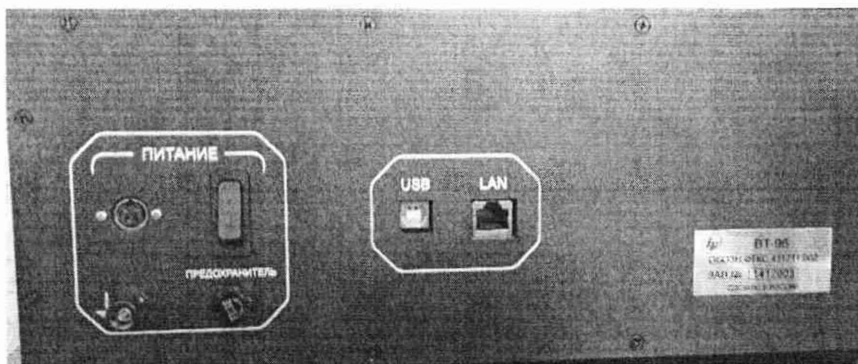

Рисунок 3 - Задняя сторона ВТ-96
1.4.7 На задней стороне ВТ-96 (см. рисунок 3) располагается тумблер включения/отключения питания, соединитель для подключения кабеля питания ПИТАНИЕ, предохранитель по питанию устройства FUSE, клемма заземления.
1.4.8 Для подключения к персональному компьютеру по интерфейсам USB и ETHERNET на задней панели установлены соединители USB тип В и LAN RJ45 соответственно (см. рисунок 3).